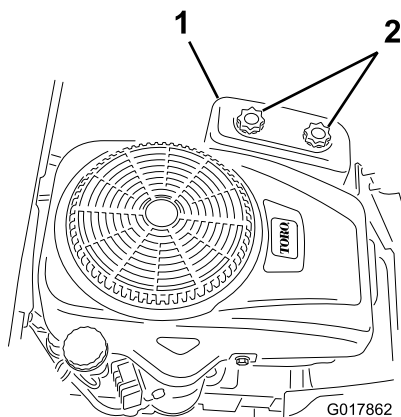

Figura 28
4. Retire la tapa del limpiador de aire desenroscando los 2 pomos (Figura 28).
3. Instale la tapa del limpiador de aire y apriete los 2 pomos (Figura 28).